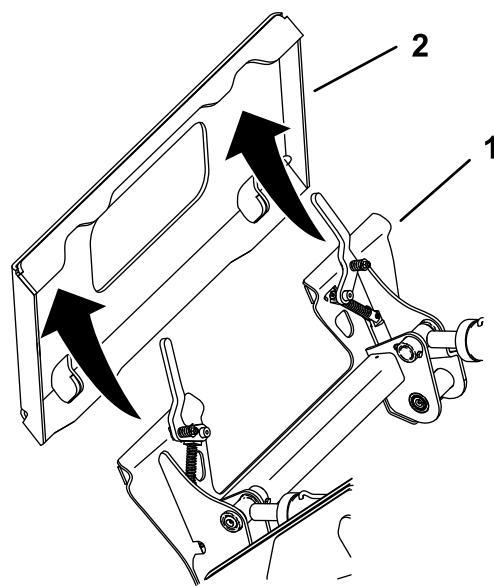

Рисунок 55
5. Вставьте монтажную пластину под верхнюю кромку установочной пластины навесного оборудования (Рисунок 55).